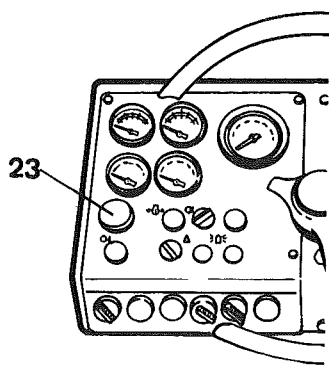

Fig. 6 Tableau de bord
EN CAS D'URGENCE PRESSER LE BOUTON D'ARRÊT D'URGENCE (22) FIG. 6.